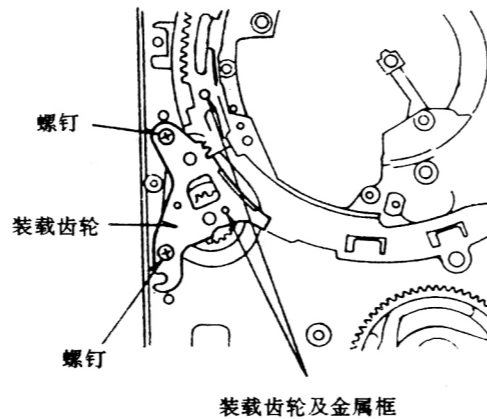

图 1-3-24
②S 板的孔应准确地对准底盘中的孔。
2. 安装好 S 齿轮后,使装载齿轮上的孔与装载齿轮中部框架上的小孔对齐。如图 1-3-24 所示。